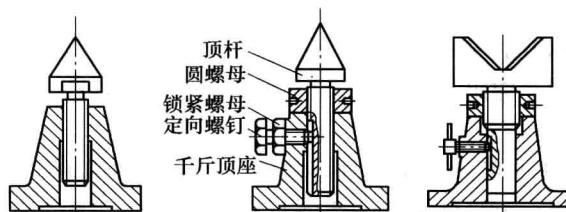

图 1-10 千斤顶
2) 千斤顶。千斤顶如图 1-10 所示, 是在划线时用来支承平板上工件而使用的工具。其高度可以调整, 用于不规则或较大工件的划线找正, 通常三个千斤顶为一组。